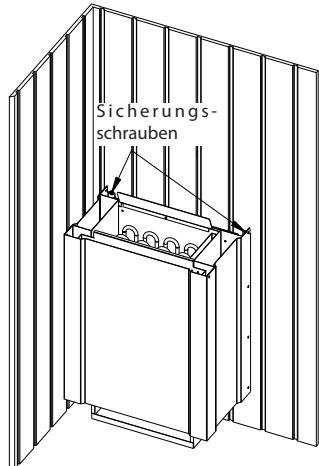

**Abb. 4**
1. 3. Anschlussleitung nach Schaltplan anschließen. Einen entsprechenden Schaltplan finden Sie in dieser Anweisung (siehe Abb. 4).